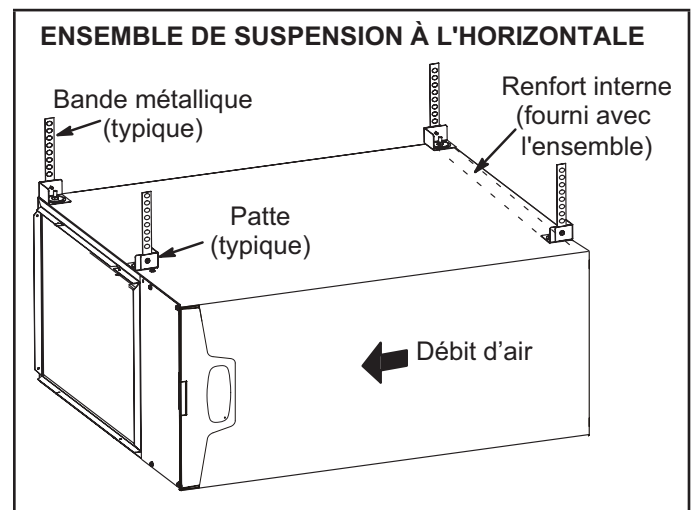
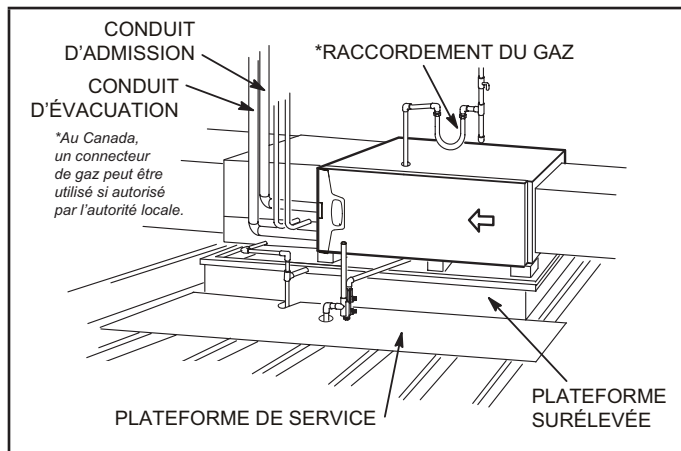

FIGURE 18
FIGURE 19
Ce générateur d'air chaud peut être installé dans un comble ou un vide sanitaire. Suspendez-le aux chevrons du toit ou aux solives du plancher comme illustré à la FIGURE 18 ou montez-le sur une plate-forme comme illustré à la FIGURE 19. Un ensemble de suspension à l'horizontale (51W10) peut être commandé auprès de Lennox ou remplacé pour un dispositif équivalent.
- 2 - Construisez une plateforme surélevée en bois et la recouvrez d'un panneau de contreplaqué. Si l'unité est installée au-dessus d'un espace fini, installer une cuvette de drainage auxiliaire sous l'unité. Installez l'unité dans le bac comme illustré à la FIGURE 19. Prévoyez un dégagement de 8 po en dessous de l'appareil pour le purgeur de condensat.